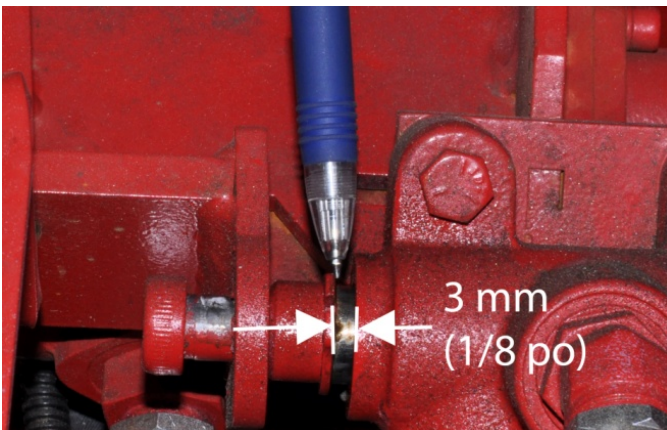
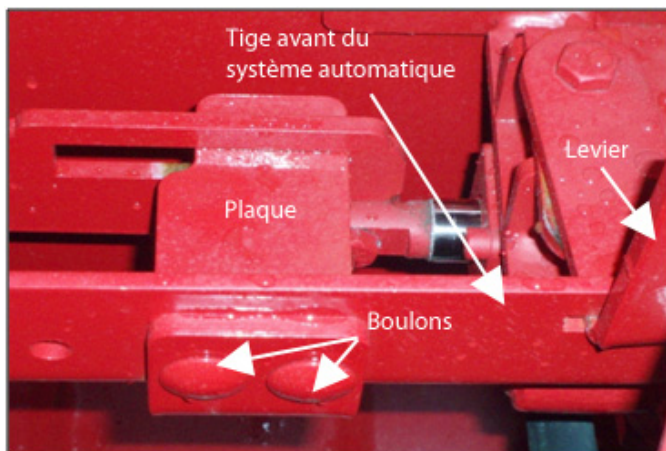

Figure 51 – Ajustement du système automatique (mesure du tiroir)
Figure 52 – Ajustement du système automatique (déplacement de la plaque)
5. Mesurez la distance entre la bague de retenue (*snap ring*) et le corps de la valve. Si la distance est de 3 mm (1/8 po) (Figure 51), l'ajustement est bon.
- Dévissez légèrement les deux boulons de la plaque (Figure 52).
- Déplacez la tige avant du système automatique (Figure 52) en utilisant le levier. Vous devez obtenir un espace de 3 mm (1/8 po) (Figure 51) tout en laissant la plaque au bout de la fente (Figure 50).
- Serrez les deux boulons en place (Figure 52).